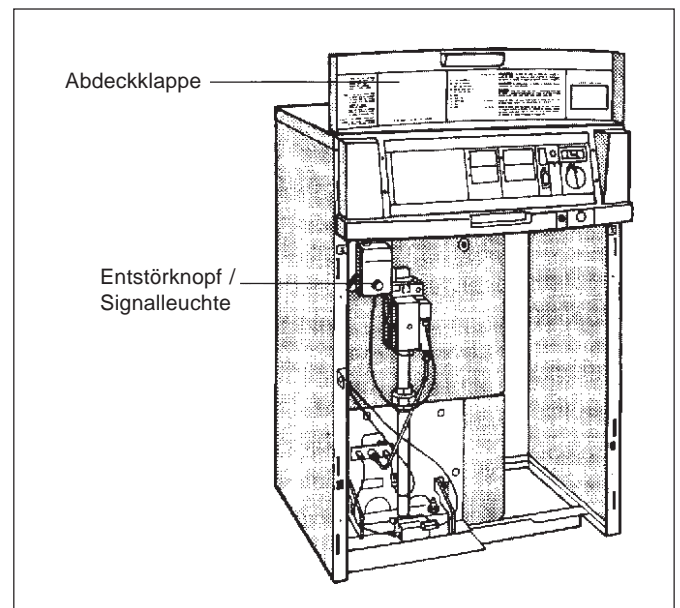

Abb. 16: Kesselvorderseite
- Abdeckklappe des Regelgeräts nach oben klappen (Abb. 16).
Leuchtet die Signalleuchte am Entstörknopf (Abb. 16), Entstörknopf drücken